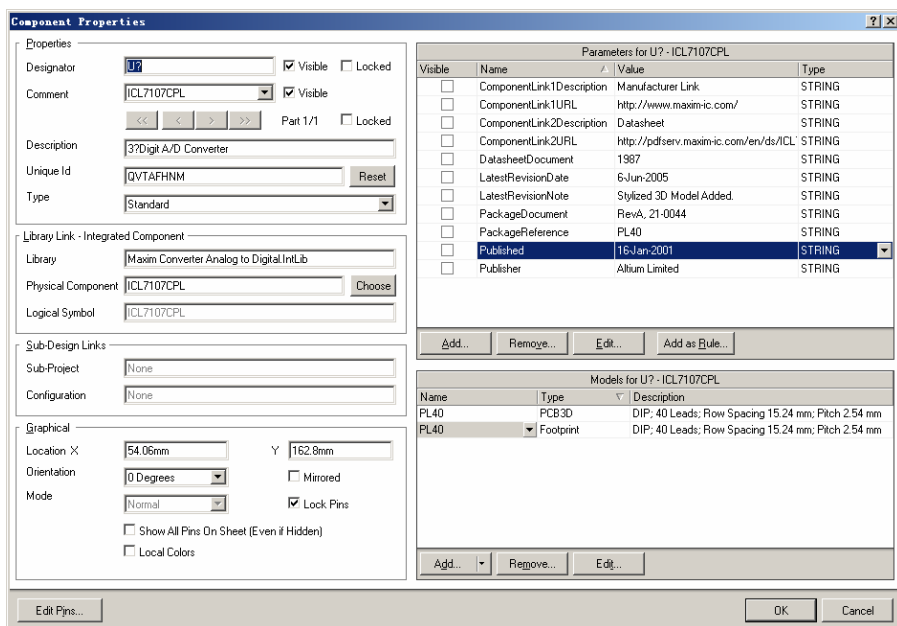

图 2.139 “Component Properties”对话框
(7) 单击键盘上的“Tab”键, 打开如图 2.139 所示的“Component Properties”对话框。